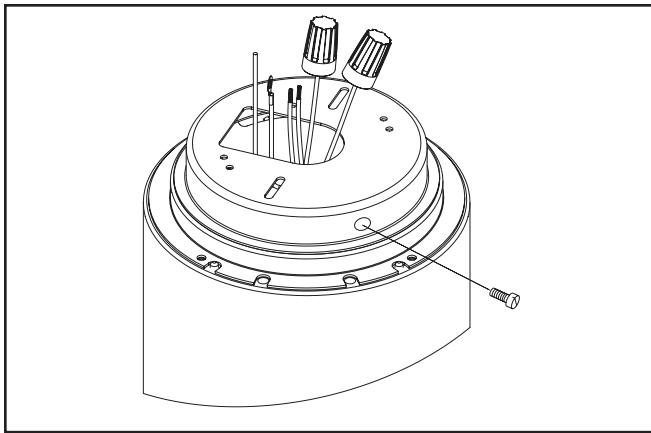

Figure 1.
2. TFaites tournerz la plaque de montage dans le sens antihoraire contraire des aiguilles d'une montre pour la séparer de l'assemblage ensemble et la retirer du cylindre. (Figure 1).